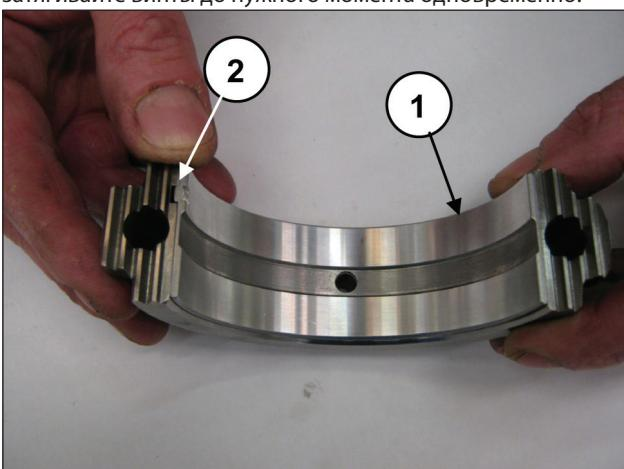

Рис. 69
Установите нижние полуподшипники на головки (поз. ①, Рис. 69), убедившись, что контрольный язычок полуподшипников попадает в соответствующее гнездо на крышке (поз. ②, Рис. 69).